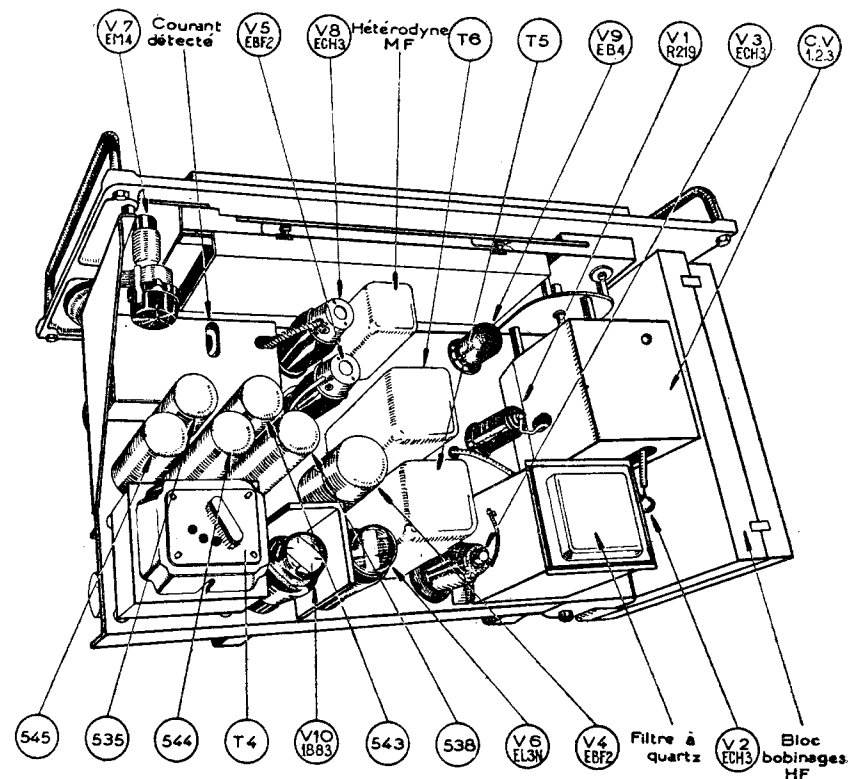

FIG. 3. — Vue intérieure par dessus.
Pour effectuer ces remplacements, l'opérateur s'assure que la commande de mise en marche (15) est sur la position « Arrêt », puis il ouvre le couvercle supérieur du poste, comme il est dit à l'article 412.1. Une fois celui-ci relevé, on accède aux tubes sans difficulté. La figure 3 permet d'identifier les divers tubes.